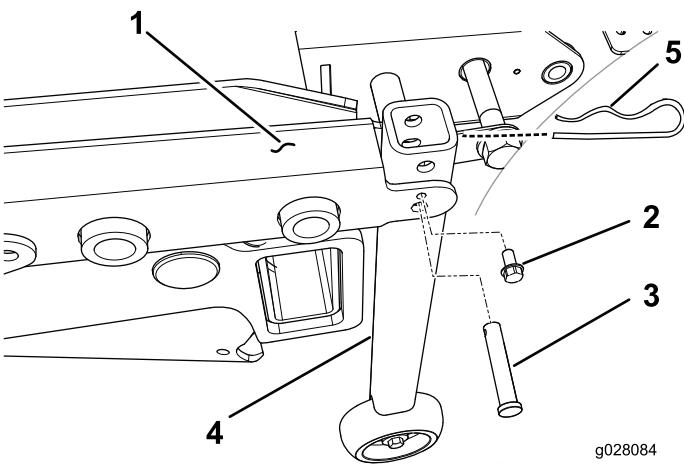

Bild 32
- Zugmaschinen mit einer Seriennummer, die unter 312999999 liegt: Befestigen Sie die vertikale Rohrstütze mit einem Lastösenbolzen und einer Blechscheibe (1/4") an jeder hinteren Kante des Mähwerkrahmens (**Bild 32**)